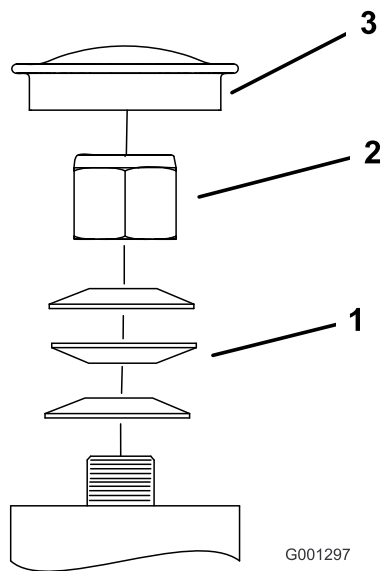

Figura 55
3. Retire el tapón anti-polvo de la rueda giratoria y apriete la contratuerca (Figura 55).
4. Apriete la contratuerca hasta que las arandelas de muelle estén planas, luego afloje 1/4 de vuelta para establecer la pre-carga correcta de los cojinetes (Figura 55).
Importante: Asegúrese de que las arandelas de muelle están correctamente instaladas, según muestra Figura 55.
5. Coloque el tapón anti-polvo (Figura 55).